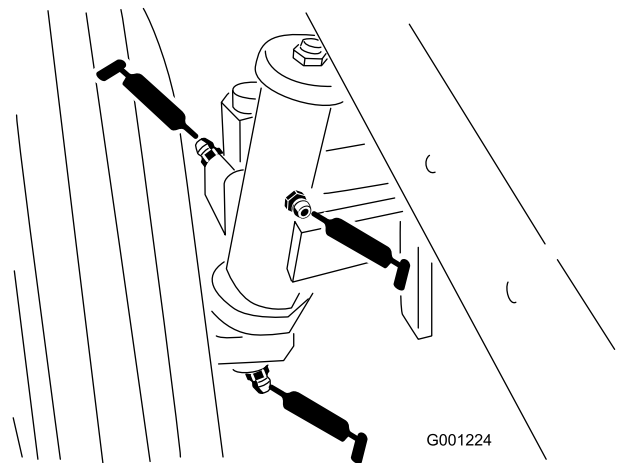

Figura 43
- boccole dei perni degli assali, ruote posteriori (Figura 43)